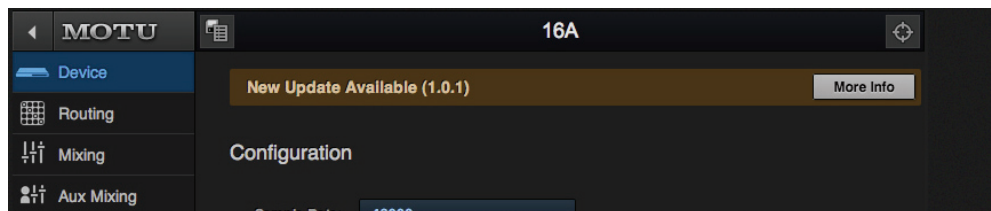

図 D-1: 新しいファームウェアが公開されると、Device タブにその情報を自動的に表示します。
- 3 New Update Available セクション（図 D-1 参照）の More Info ボタンをクリックする